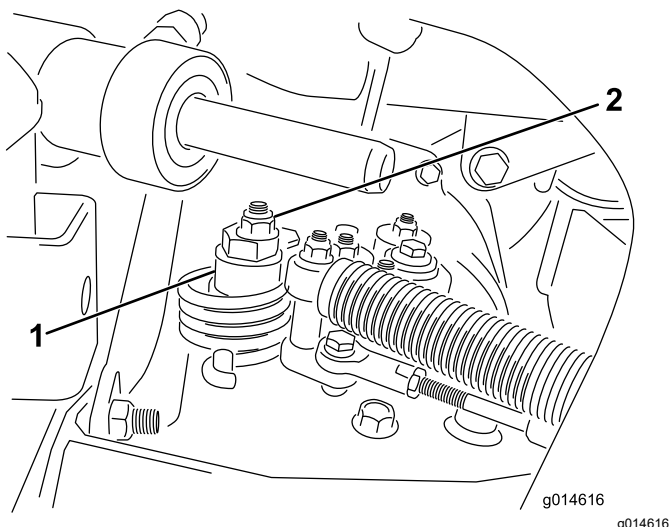

Figura 44
- A. Afloje la tuerca que sujeta el excéntrico a la parte superior del hidrostato (Figura 44).
- C. Gire el excéntrico hasta que no haya movimiento en ningún sentido. Cuando la rueda deje de girar, apriete la tuerca para bloquear el excéntrico y el ajuste (Figura 44). Compruebe el ajuste con el acelerador en las posiciones LENTO y RÁPIDO.